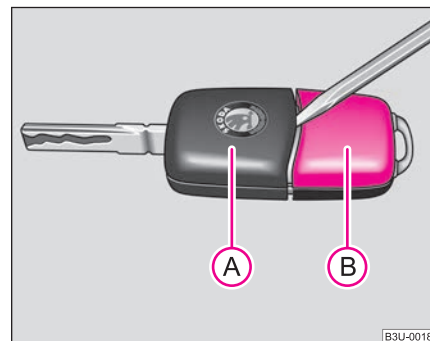

Fig. 19 Separar la llave con radiotelemando
Cada llave con radiotelemando contiene una pila que se encuentra en la tapa (B) de la carcasa de la emisora ⇒ fig. 19. Le recomendamos que lleve a cambiar la pilas de la llave a un ►
- Desmonte con cuidado la pieza de la llave (A) ⇒ página 41, fig. 19 de la carcasa del emisor (B) apalancando con un destornillador.